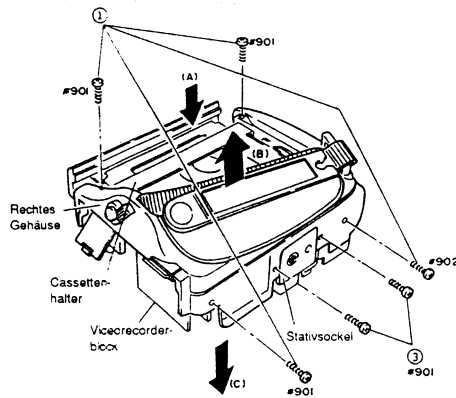

Abb. 2-27
- 1) Vier (4) Befestigungsschrauben des rechten Gehäuses entfernen (siehe Abb. 2-27).
- 2) Das rechte Gehäuse von dem Videorecorderblock in Richtung des Pfeiles (B) abnehmen, während der Cassettenshalter in Richtung des Pfeiles (A) gedrückt wird.
- 3) Zwei (2) Befestigungsschrauben des Stativsockels entfernen.
- 4) Den Stativsockel von dem rechten Gehäuse in Richtung des Pfeiles (C) entfernen.